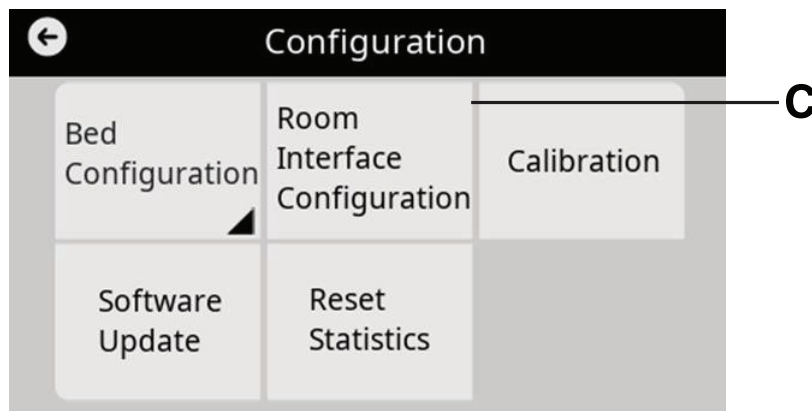

Abbildung 6 – ProCuity Konfigurationsmenü
4. Im Konfigurationsmenü **Konfiguration der Zimmerschnittstelle (C)** auswählen (Abbildung 6).